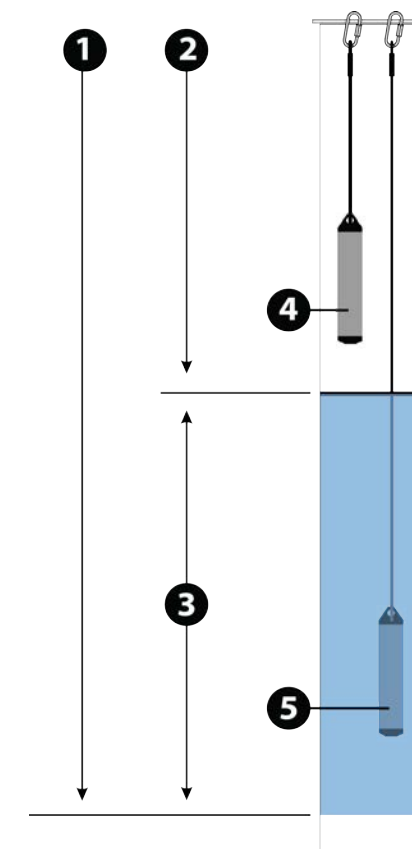

图 1.1 Rugged BaroTROLL 和 Rugged TROLL 部署
4. 断开 BaroTROLL 连接，装上挂钩帽，将其部署为悬挂或平放于已浸入水中的 Rugged TROLL 100 或 200 附近高于水平面的受保护位置。位置示例参见图 1.1。